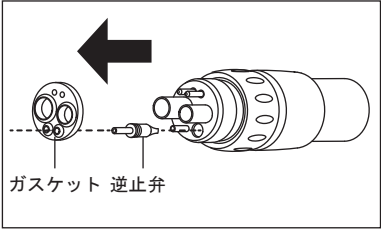

図12
- 3) 注水パイプを引き抜いて、逆止弁を取り外します。（図12）